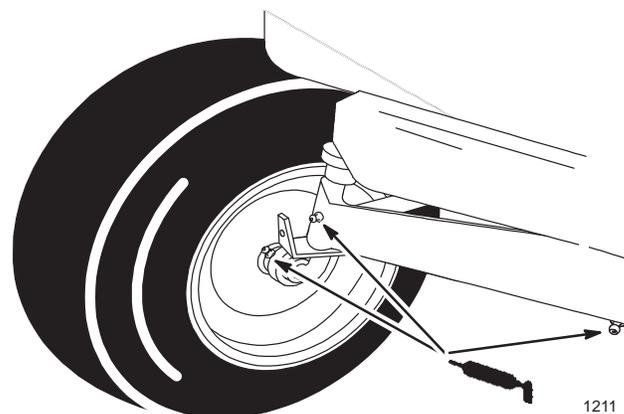

Abbildung 25
1. Die Vorderräder und Achszapfen schmieren, bis das Fett aus den Lagern auszutreten beginnt (Abb. 25).
2. Den vorderen Achsschenkel schmieren (Abb. 25).